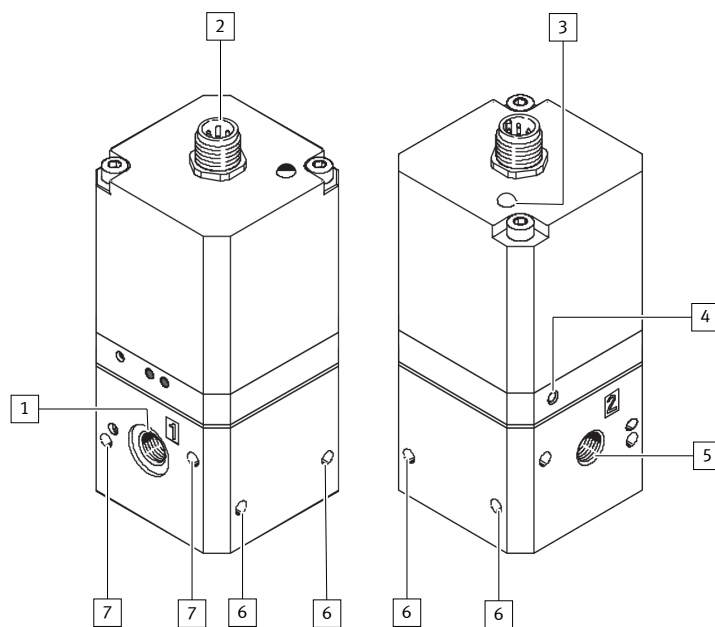

Рис. 2: Конструкция
2. Вставьте два винта (M4) в отверстия для крепления сбоку [6] или для крепления с лицевой стороны [7]; макс. момент затяжки: 2 Н·м (→ Рис. 2).
2. Подсоедините шланги к следующим каналам (→ Рис. 2):